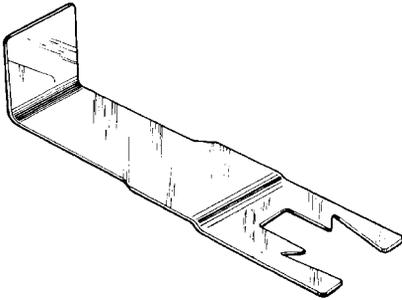

Рис. 5.30. Ручной съемник дает возможность снимать дверную ручку автомобиля (С разрешения компании A-1 Security Manufacturing Corp.)
- Инструмент для снятия скобы дверной ручки (рис. 5.30)